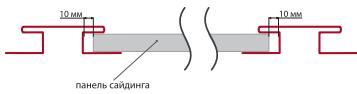

рис. 14
2. Заведите панель в следующую планку (стыковочную, угловую) таким образом, чтобы между панелью сайдинга и жесткими ребрами планок оставался зазор 10 мм для возможного расширения, связанного с перепадом температур. Закрепите панель саморезами (рис.14);